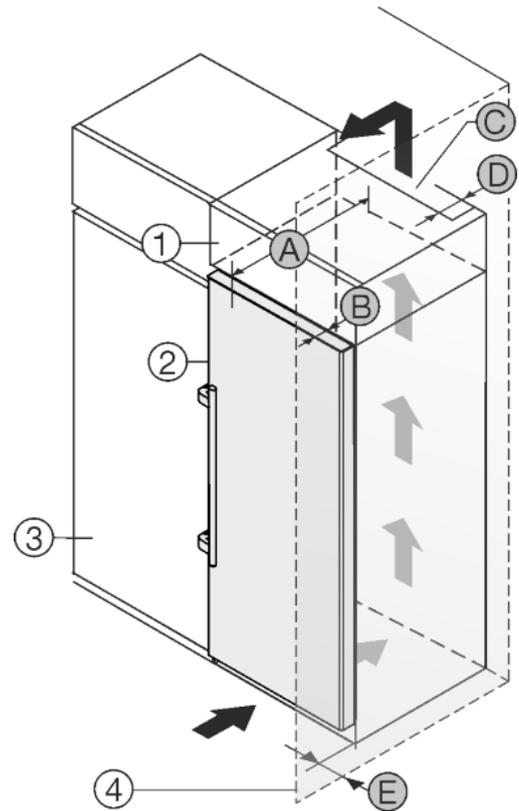

Fig. 21
Пристрій можна комбінувати з кухонними шафами. Для того, щоб пристрій Fig. 21 (2) вирівняти по висоті кухонної секції, на пристрій можна встановити антресольну секцію Fig. 21 (1).
Пристрій можна встановлювати безпосередньо поряд з кухонною шафою Fig. 21 (3). Для повного відкриття дверей пристрій повинен виступати на глибину Fig. 21 (B) відносно передньої панелі кухонної шафи. Залежно від глибини кухонних шаф та використання пристінних розпірок пристрій можна встановити так, щоб він виступав вперед.
- Задня сторона антресольної шафи повинна мати вентиляційний канал глибиною Fig. 21 (D) вздовж всієї ширини шафи.
- Під стелею приміщення слід дотримуватися поперечного перерізу вентиляційного відведення повітря Fig. 21 (C).
Якщо пристрій з шарнірами встановлюється поряд зі стінкою Fig. 21 (4), то між пристроєм та стінкою слід додержуватися відстані Fig. 21 (E). Це відповідає виступу ручки при відкритих дверцятах.